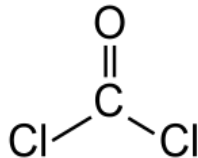

Abb. 1: Strukturformel von Phosgen
- 1 Ein Grundstoff für die Synthese von Polyurethanen ist Toluol-2,4-diisocyanat. Zur Herstellung von Toluol-2,4-diisocyanat wird Toluol (Methylbenzol) zweifach nitriert und das entstehende Produkt anschließend katalytisch zu 2,4-Diaminotoluol hydriert. Diese Verbindung wird mit Phosgen (s. Abb. 1) zum Produkt Toluol-2,4-diisocyanat umgesetzt.